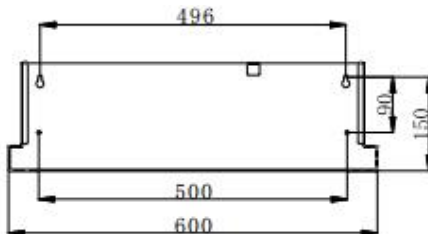

Fig.2
2. Percez 4 trous de  $\varnothing 8$  mm à une hauteur appropriée sur le mur et insérez des chevilles dans les trous. Vissez 2 vis de montage ST430 dans les chevilles, en veillant à ce qu'elles dépassent de 2 mm du mur. Ensuite, suspendez la hotte aux vis et fixez-la au mur à l'aide de 2 vis de sécurité ST430. Remarque : les deux orifices de sécurité sont situés sur le boîtier arrière, avec un diamètre de 6 mm. Voir Fig. 2 et 3.